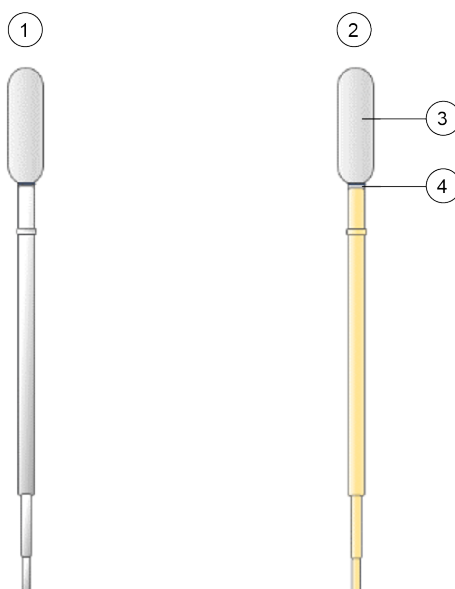

Figura 1. Pipeta de transferencia
- Si se utiliza la *pipeta de transferencia* incluida en el kit (Figura 1), llénela justo hasta debajo del bulbo para transferir al menos 1 ml de plasma del tubo (Figura 1). Asegúrese de que no se formen burbujas de aire grandes en la punta de la pipeta mientras se llena la pipeta. Vacíe el contenido de la pipeta en la cámara de muestras del cartucho (Figura 2).